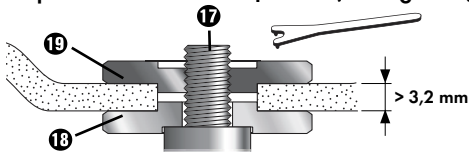

Fig. 2
**En présence de meules épaisses (voir figure 2)**